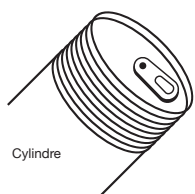

Figure 4
4. Pousser la cartouche de graisse dans le cylindre jusqu'à ce que le bord de l'extrémité à joint à languette touche le bord du cylindre (voir figure 4). Retirer alors le joint à languette de l'extrémité de la cartouche.